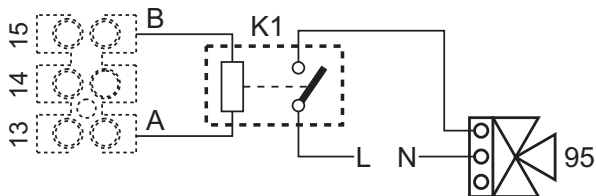
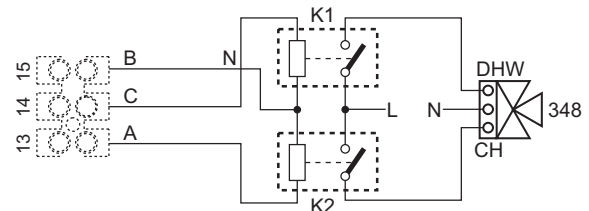

fig. 89 - Collegamento della valvola a 3 vie con 2 fili
fig. 90 - Collegamento della valvola a 3 vie con 3 fili
**ATTENZIONE:** per il collegamento della valvola 3-vie (morsetti 13 - 14 - 15), fare riferimento agli schemi di fig. 89 e fig. 90.